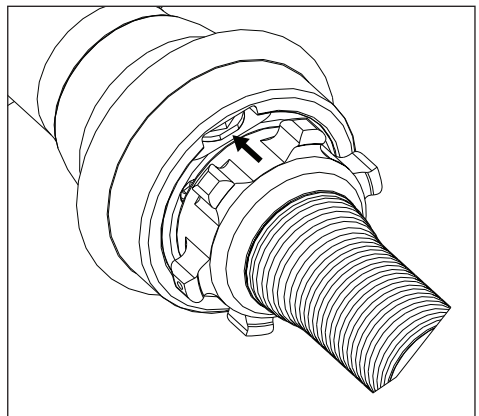

Abbildung 5, Neutrale Position
- Um die Messerbewegung zu stoppen: Lassen Sie den Knopf jederzeit los. Der Knopf kehrt automatisch in die neutrale Position zurück. Siehe Abbildung 5.